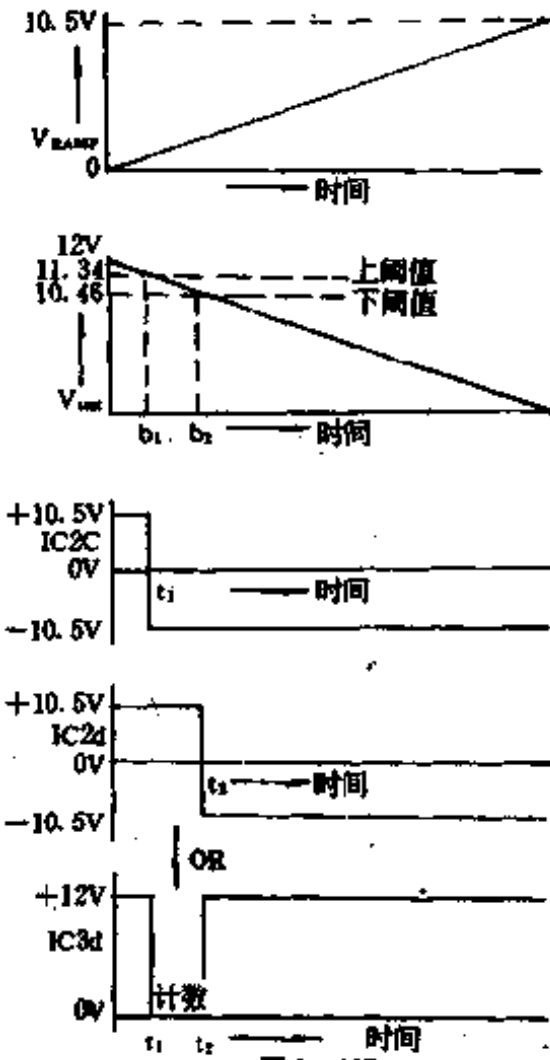
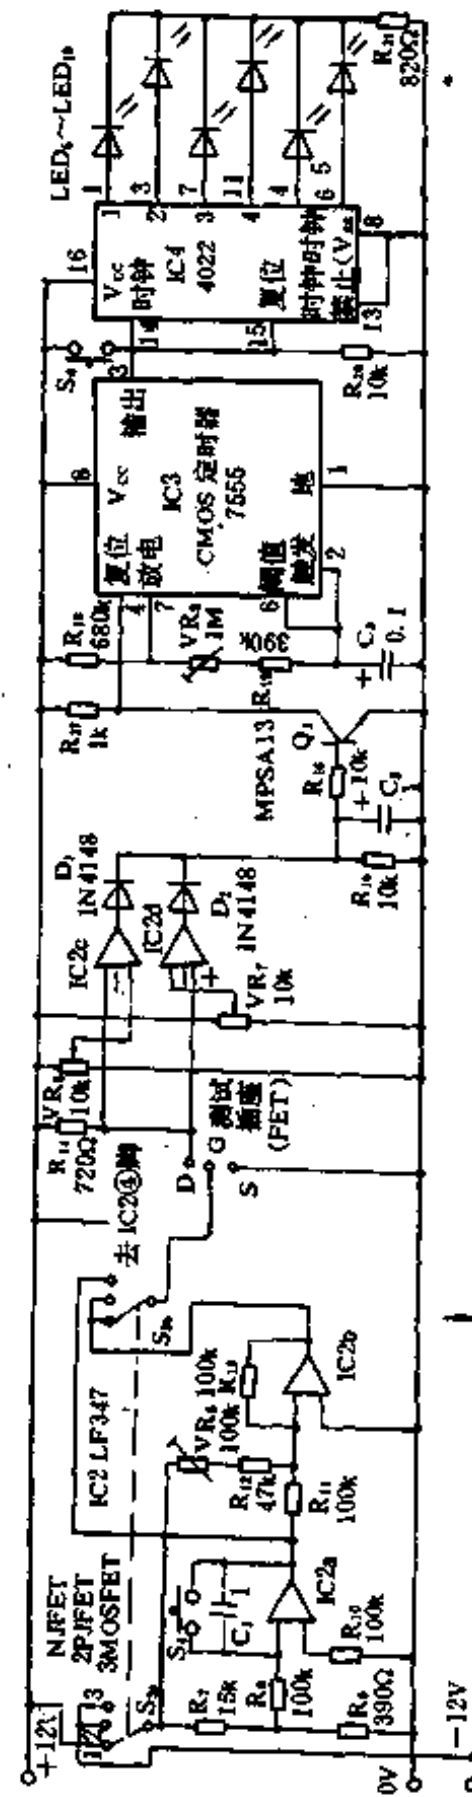

图 1-167
图 1-166
锯齿形电压发生器电路的其余部分用来测量电流增加 4mA 时所需的时间。电流升高至 3mA 以上时输出就变为高(图 1-166 的 IC2c)。较高电流的检测器的连接方法相反,它的输出是从高开始,电流升至 7mA 以上时,其输出则变为低(仪器工作波形见图 1-167)。
1. 逻辑控制电路:在测试时间里,电流从 3mA 到达 7mA。图 1-167 指出两个比较器的输出在关键时间都是低。利用“或”门逻辑电路可以检测出这个条件,用两个二极管(D_1 和 D_2)和电阻 R_{15} 来组成“或”门电路。只有两个运算放大器的输出是低时, R_{15} 上端的电压才是低。这两个二极管也可以阻断来自电路的其他部分的负电压。运算放大器的输出是低时,电压会降至 -10.5V。这两个二极管可以防止电压降至 0V 以下。
根据 FET 的类型调定 S_3 ,并且把待测 FET 插入插座。适合 N 沟道的 JFET 和 MOS FET 的引脚已在图 1-166 标出,而 P 型的 JFET 和 MOS FET 的安插应使极性相反,源极在插座 D,而漏极则在插座 S。